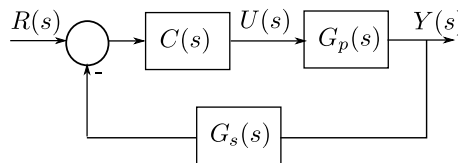

Figura 3: Control a lazo cerrado del MCC con filtro en la realimentación
El sistema realimentado se muestra entonces en la Figura 3, donde $G_s(s)$ es la función trans-
- 3.2 Grafique el LR para el sistema de la Figura 3 con $C(s) = K > 0$.
- 4.1 Para $T_r = 0.1$, grafique el LR del sistema de la Figura 3, correspondiente a la variación del parámetro $K_p > 0$.
- 4.4 Grafique diagramas de Bode y Nyquist de la FT de lazo abierto $G_{LA}(s) = C(s)G_p(s)G_s(s)$ con el último valor de K_p seleccionado. Evalúe márgenes de fase y ganancia del lazo de Figura 3 para este caso.